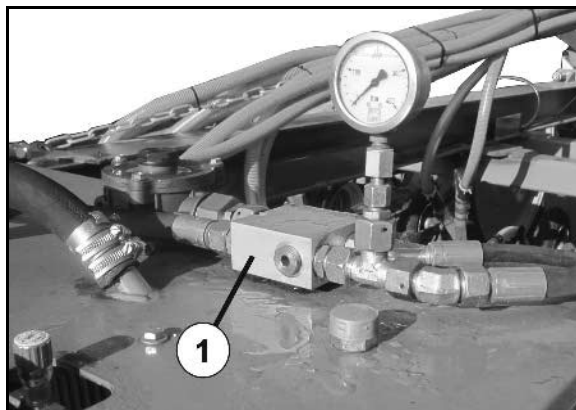

Рис. 48
- Клапан ограничения давления (Рис. 48/1)